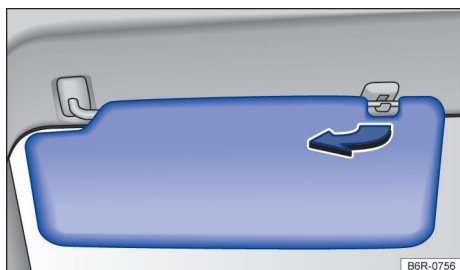

Fig. 71 Para-sol (lado esquerdo). A disposição do para-sol do lado direito é espelhada.
- Retirar do suporte e girar na direção das portas → Fig. 71 (seta).